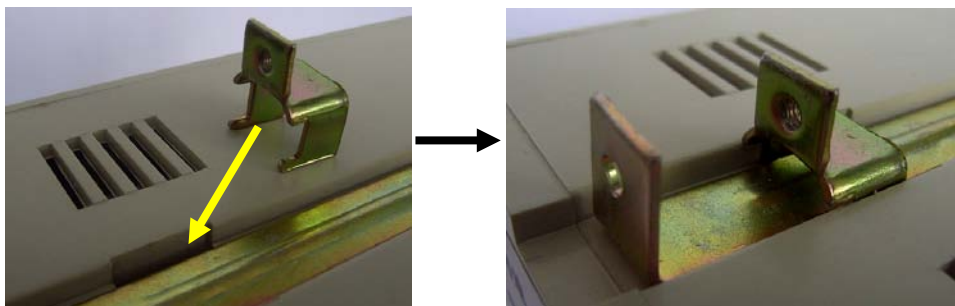

图 8. 插入鞍形短支架
5.2.3 将鞍形支架插入长方形沟槽后部的孔中，如图 8 所示。